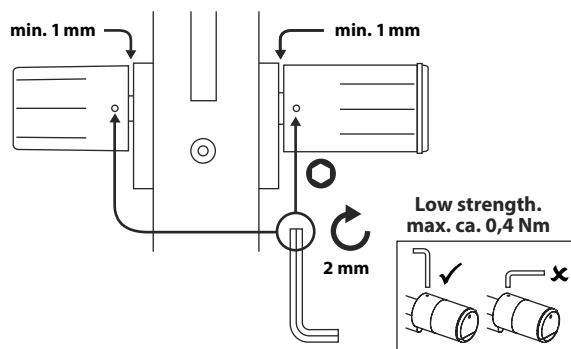

Fig. 6
- ⑥ Aparafuse os parafusos sem cabeça nos dois manípulos (Fig. 6).